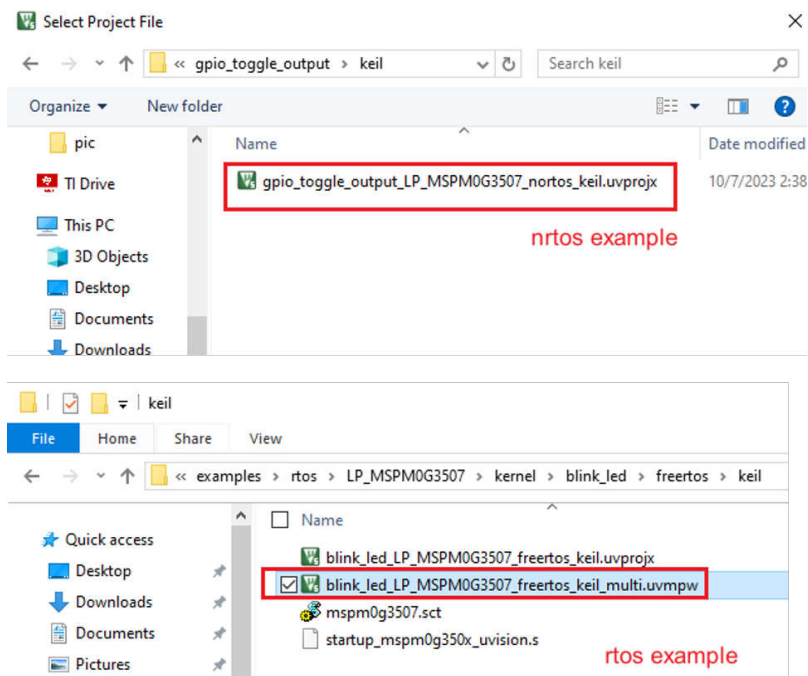

图 3-43. 选择 Keil 工程
- 从 SDK 中选择一个演示工程。对于 nortos 示例，请使用 .uvprojx 工程文件。对于 RTOS 示例，请使用 .uvmpw 工作区文件。图 3-43 展示了一个示例。